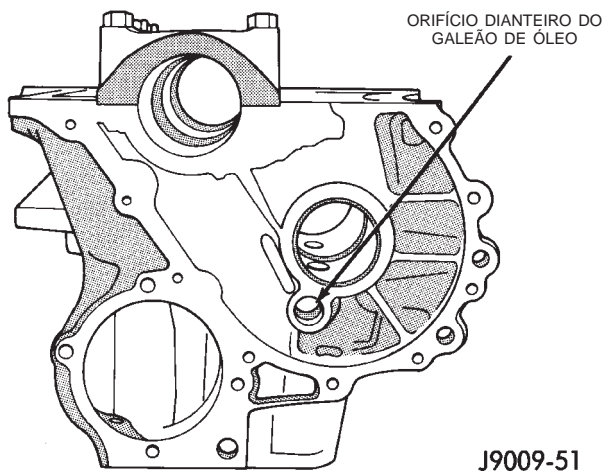
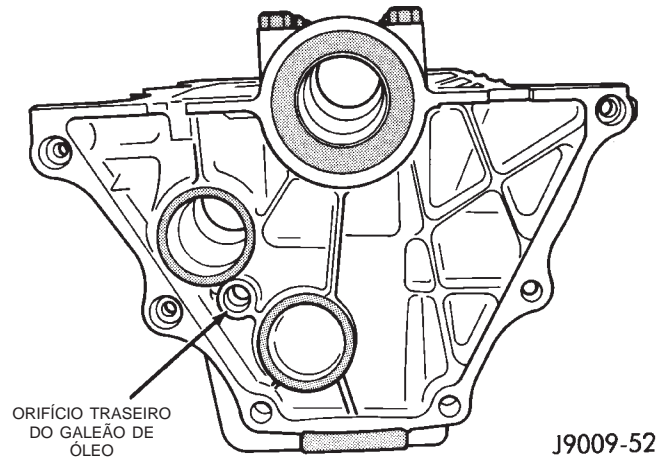

Fig. 74 Orifício Dianteiro do Galeão de Óleo
Fig. 75 Orifício Traseiro do Galeão de Óleo
- Os orifícios de galeão de óleo dianteiro e traseiro (Fig. 74) (Fig. 75).